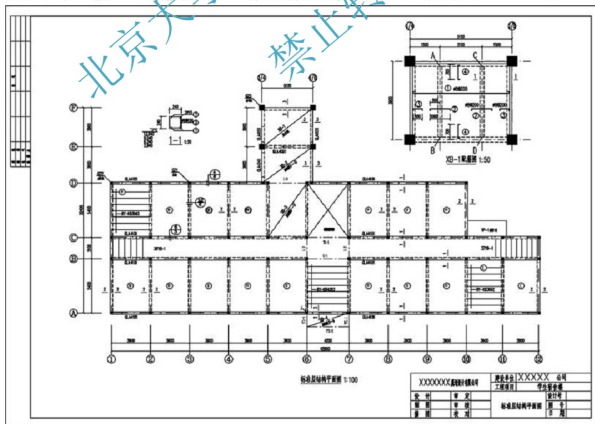

图 5.61 布置图形
- 想一想, “XB-1 配筋图”做成图块后放大 2 倍, ⑭和⑮轴线之间的距离变成多少? 但尺寸标注出的值是多少? 为什么两者不一致?
(5) 插入“A2”图框: 由于“A2”图框图块是按 1:1 比例制作的, 所以在【插入】对话框中勾选【统一比例】复选框, 将比例值设置为“100”, 结果如图 5.61 所示。